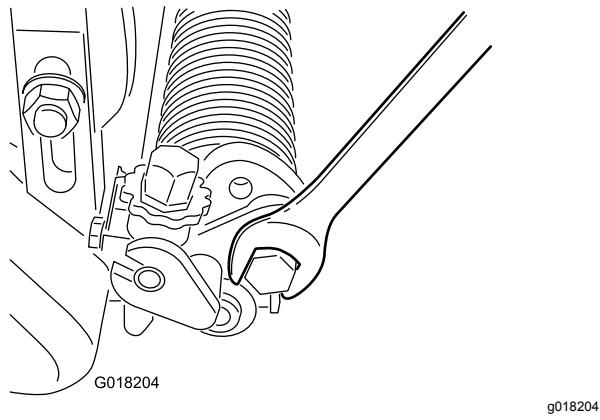

Bild 20
- A. Lösen Sie die Schrauben am rechten und linken Groomerarm (Bild 20).
- C. Ziehen Sie die Schrauben an, um die Einstellung zu arretieren (Bild 20).